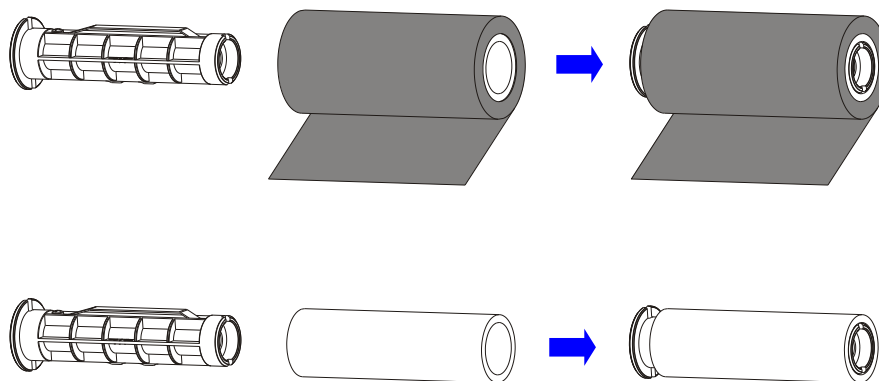

图 2-6
3. 拆开碳带卷，将一个碳带适配管插入碳带卷中，同时将另外一个碳带适配管插入空卷芯中，如图 2-6 所示。